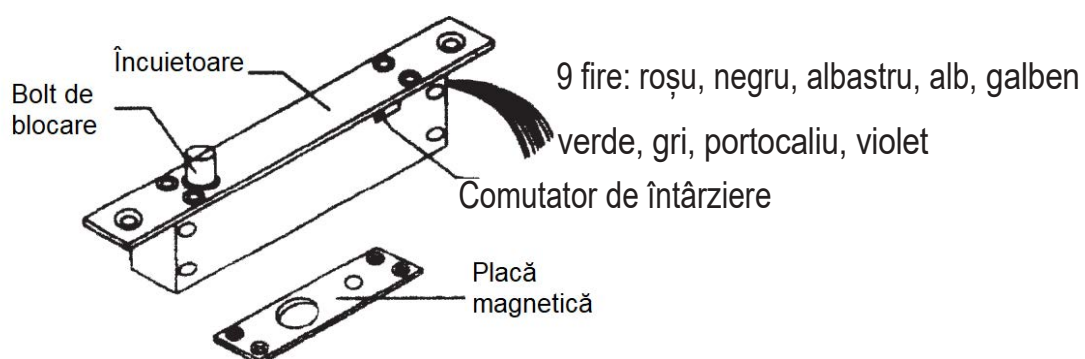

Figura 1
2.3 Există 9 fire roșii, negre, albastre, albe, galbene, verzi, gri, portocalii, violete (figura 1). Cablarea la 12VDC (figura 2-8); Cablare la 24VDC (figura 2-A). Albastru, alb, galben sunt firele de ieșire ale senzorului cu șurub de blocare, albastru (NO), alb (COM), galben (NC) (figura 3-A). Gri, portocaliu, verde sunt firele de ieșire ale senzorului ușii, verde (NO), gri (COM), portocaliu (NC) (figura 3-B).